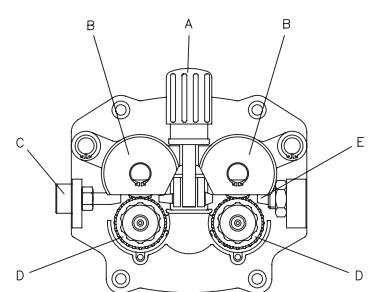

FIG. 9
- Desserrer et abaisser le bouton en plastique (A) et relâcher le levier presse-fil (B)(Fig.9). Extraire les résidus de fil éventuels de la gaine guide-fil (E).
- Relâcher le fil de la bobine et le tenir serré avec une paire de pinces de façon à ce qu'il ne puisse pas se dérouler. Si nécessaire, le redresser avant de l'introduire dans le guide d'entrée (C) du fil. Y introduire le fil en le faisant passer au-dessus du galet inférieur (D) et dans la gaine guide-fil (E).
- Ouvrir le panneau latéral. Desserrer et abaisser le bouton en plastique (A) et relâcher le levier presse-fil (B) (Fig.9). Couper le fil (s'il a déjà été chargé) en le tenant toujours serré avec des pinces de façon à ce qu'il ne se déroule pas et le lier sur le trou spécifique du rochet. Dévisser la buse, enlever la pointe de la torche et avec une paire de pinces extraire le fil de la gaine.